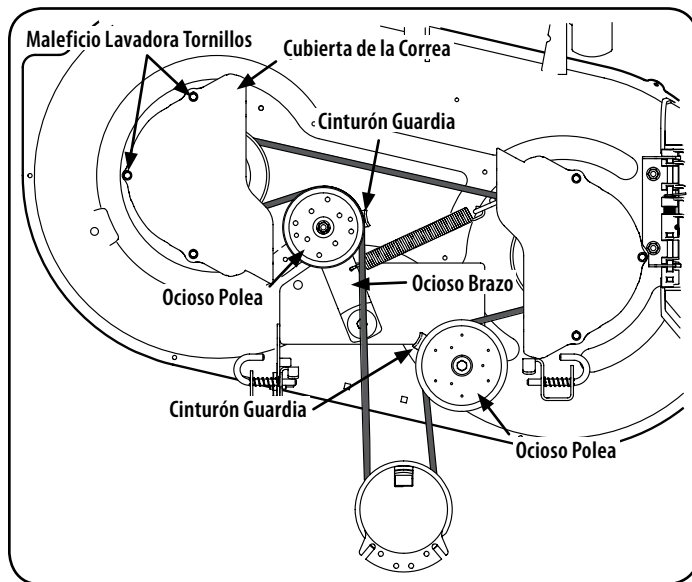

Figura 36
- c. Instalar la nueva correa alrededor de las poleas del eje como se muestra y vuelva a instalar la cinta cubre. Ver Figura 36.